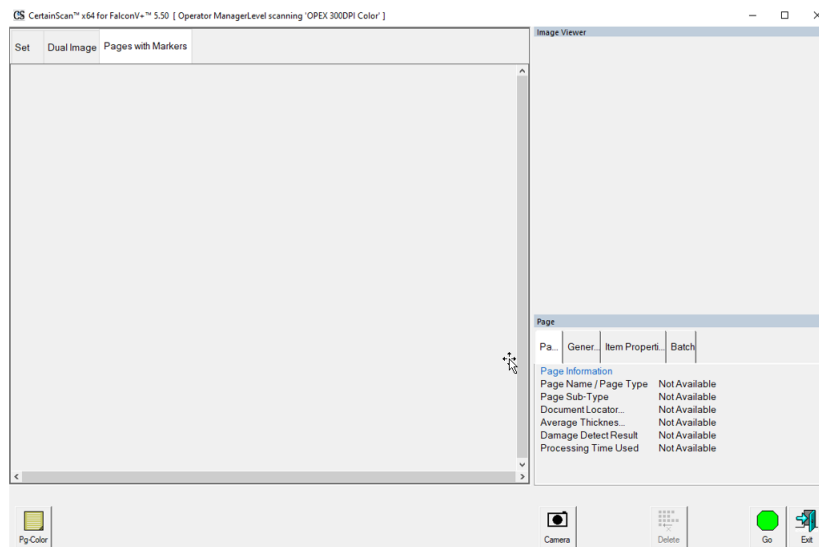

Abbildung 3-6: Laufbildschirm
- Laufbildschirm: Die Auftragsseitenart(en) wird/werden angezeigt, klicken Sie auf die Schaltfläche **Go**, um den Scanvorgang zu starten. Keine Chargendateneingabe erforderlich (Abbildung 3-6).